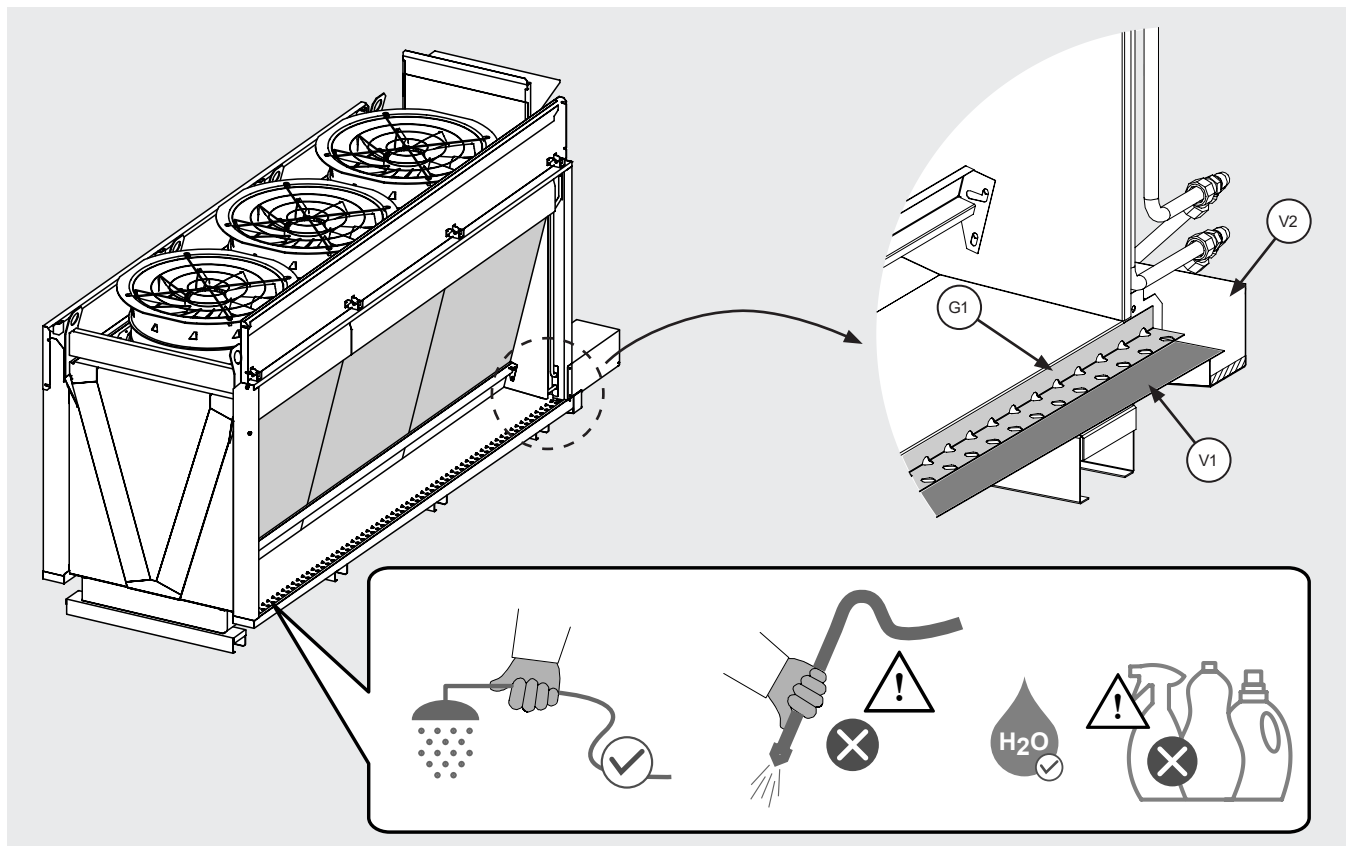

Figure 26
12.14.3 Le modèle est équipé de 2 réservoirs internes de collecte d'eau (V1) situés sous les deux rangées de panneaux latéraux adiabatiques. Voir la Figure 26.